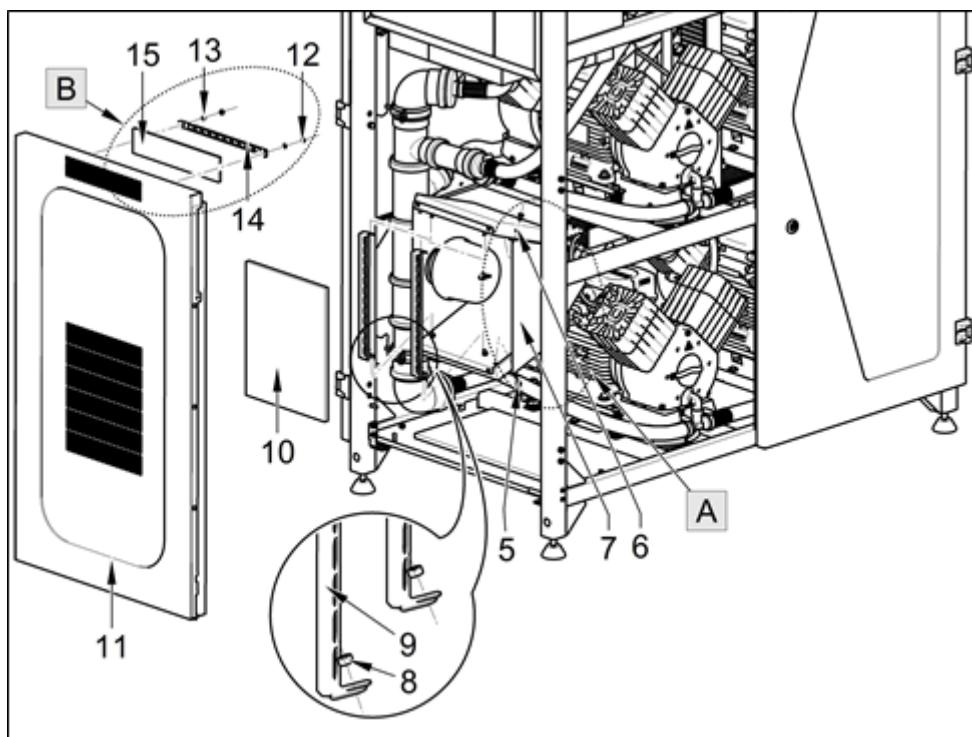

Рис. 27: Очистка/замена всасывающего фильтра компрессора
- В точке А удалите пену, 4 винта (5), шайбы (6) и снимите крышку всасывающего фильтра (7) (Рис. 27).
- Открутите 2 гайки (8) на кронштейне (9) фильтра и снимите фильтр (10).
- В точке В (на боковых поверхностях (11)) снимите 2 гайки (12), шайбы (13), кронштейн фильтра (14), а
- затем и сам фильтр (15).